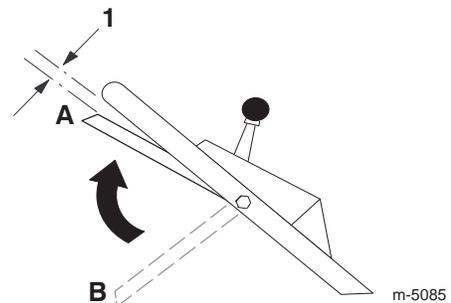

Figure 16
9. Relevez la barre de commande pour l'amener à environ 2,5 cm du guidon (voir position **A** à la Figure 16).